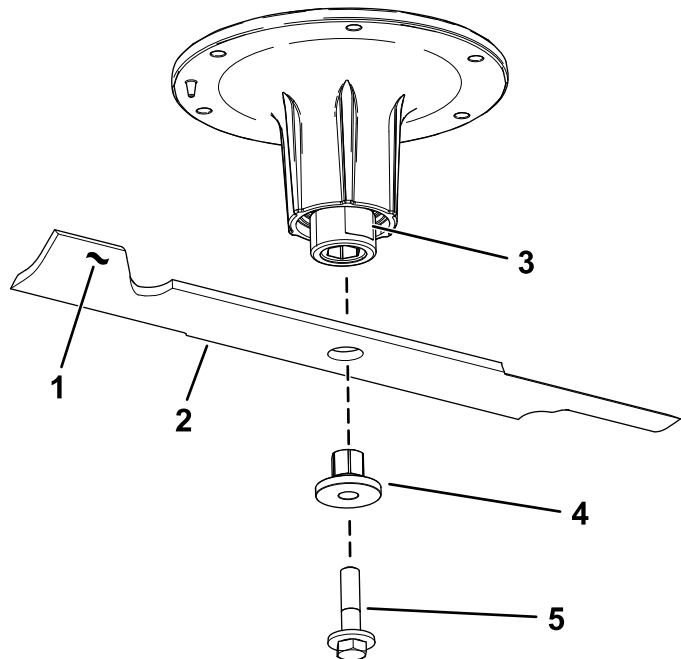

Figure 83
2. Retirez le boulon, la douille et la lame de l'axe de pivot (Figure 83).